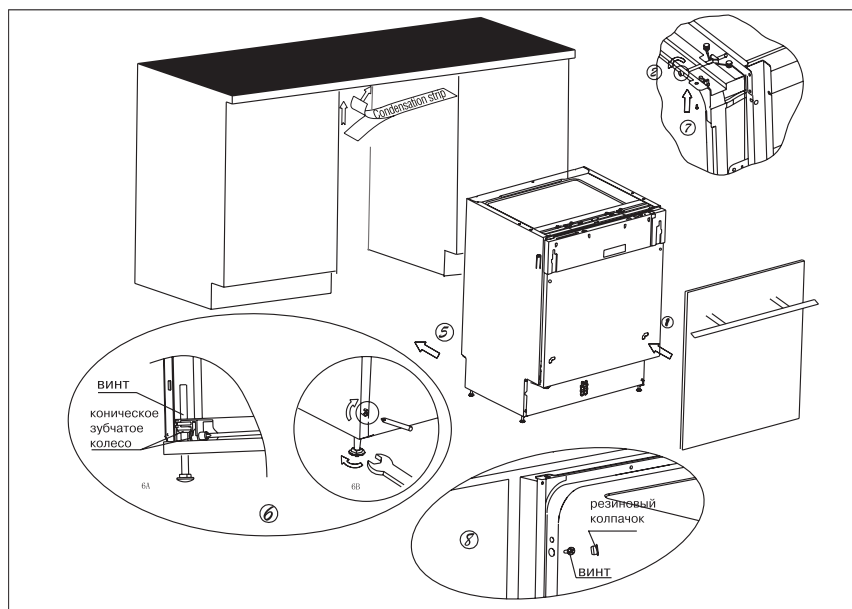

Рис. 7. Последовательность установки посудомоечной машины
1. Используя скобы, прикрепите декоративную дверцу от вашей мебели к дверце машины (см. п. 1 на рис. 7).
стрелки для того, чтобы ослабить пружины дверцы. Невыполнение данной операции может привести к повреждению посудомоечной машины (см. п. 2 на рис. 7).
6. Поместите посудомоечную машину на направляющие (см. п.4 на рис. 7).
9. Выверните машину. Задние ножки можно регулировать винтами, расположенными спереди (см. п. 6а на рис. 7). С помощью ключа отрегулируйте передние ножки (см.п. 6в на рис. 7).
А. Если у Вас столешница из дерева или ДСП, прикрутите машину к ней шурупами по дереву, будьте осторожны, вес машины может вырвать шурупы из дерева (см. п. 7 на рис. 7).
В. Если у Вас мраморная или гранитная столешница используйте скобы, чтобы прикрепить машину к стенам соседней мебели, при этом необходимо закрыть винты резиновыми шляпками, чтобы не повредить столешницу (см. п. 8 на рис. 7).